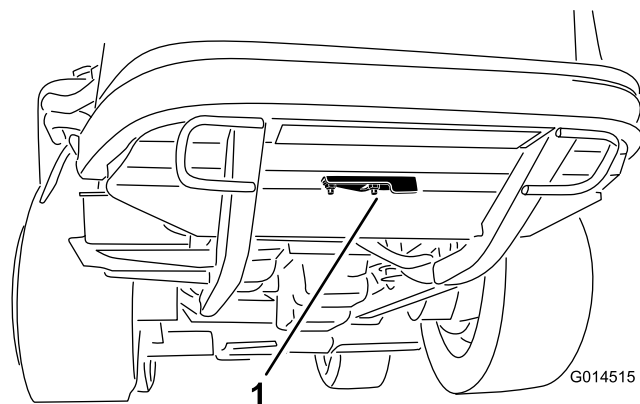

図 42
2. クリーンアウトカバーを後フレームの下側に固定しているフランジナットをゆるめる(図 42)。カバーをめくると、フレームのクリーンアウトホール清掃穴が露出する。